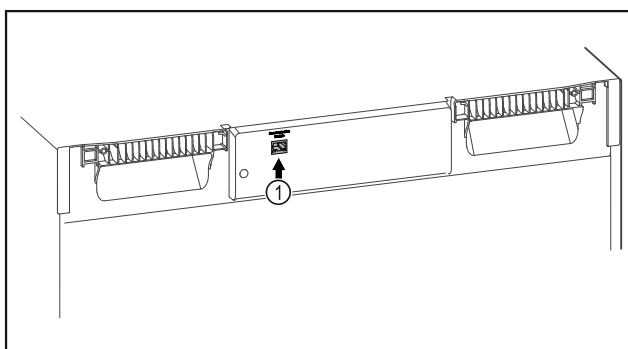

Fig. 88
- ❑ A SmartModule Fig. 88 (1) be van helyezve.